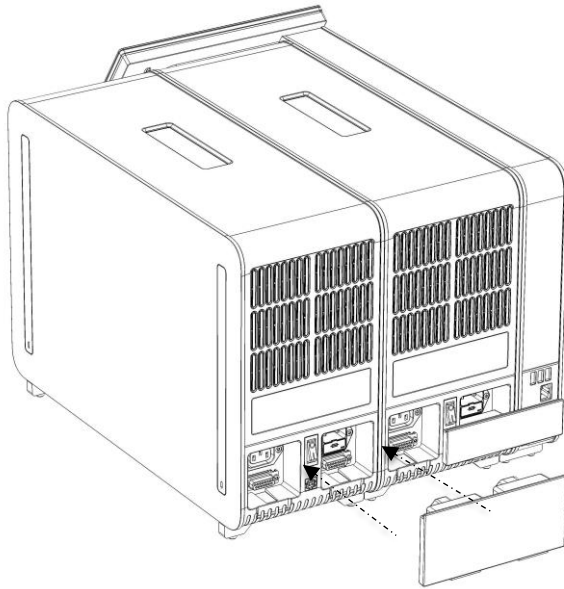

Figura 18. Conectarea punții modul analitic/analitic.
6. Conectați puntea modul analitic/analitic din spatele QIAstat-Dx Analyzer 1.0 pentru interconectarea celor două module analitice (Figura 18, pagina următoare).